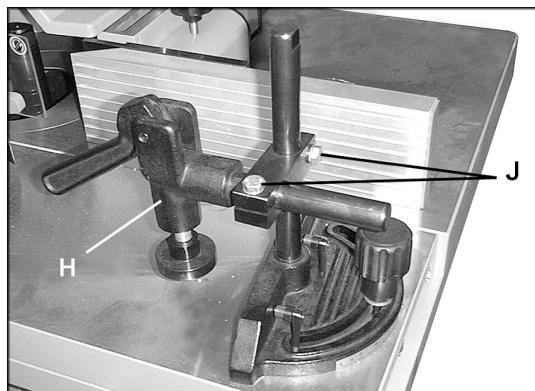

Рисунок 11
3. Прижим (H, Рис. 11) поставляется с угловым упором, чтобы надежно удерживать заготовку при фрезеровании небольших заготовок перпендикулярно волокнам древесины. Прижим следует установить, как показано на рисунке, его можно регулировать, ослабив винты (J, Рис. 11).